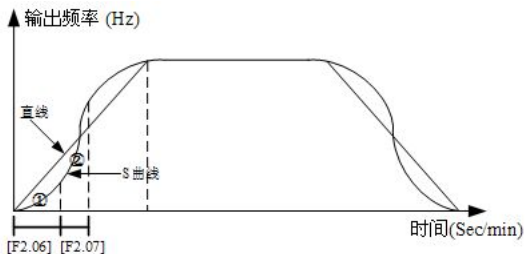

图 5-7 S 加减速曲线
变频器在加减速过程中，输出频率和加减速时间为 S 曲线关系，按照 S 曲线递增或者递减，如图 5-7 所示。本功能一般是为了减少在加减速过程中的噪音和振动，降低起动和停机时的负载冲击。S 曲线的参数是由参数 F2.06 和 F2.07 设定的。
S 曲线起始阶段如图 5-7 中的①所示，是输出频率的斜率从零逐渐增大的过程；
S 曲线上升阶段如图 5-7 中的②所示，是输出频率的斜率保持恒定的阶段；以上参数组合使用，特别适用于传送，搬运等负载的起停过程。